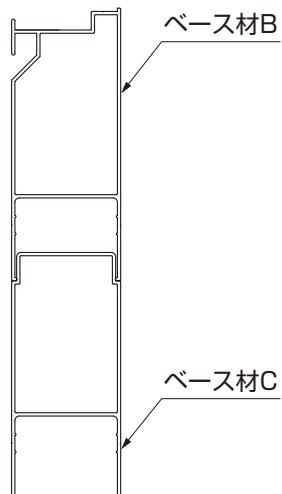

図2-14
- ベース材には種類があります。(図2-13、図2-14、図2-15参照)